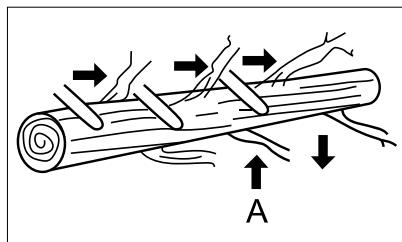

Рис. 18
Обрезка ветвей производится с поваленного дерева. Не отрезайте ветки, поддерживающие ствол и не позволяющие ему скатиться (A), пока не распишите ствол (рис. 18).